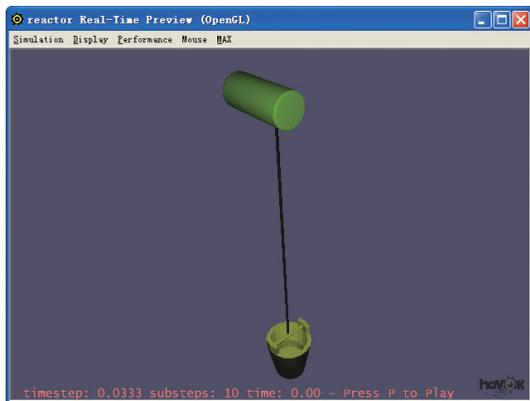

图9-113 预览效果
**09** 动画设置完成后，即可预览此时的效果，如图9-113所示。